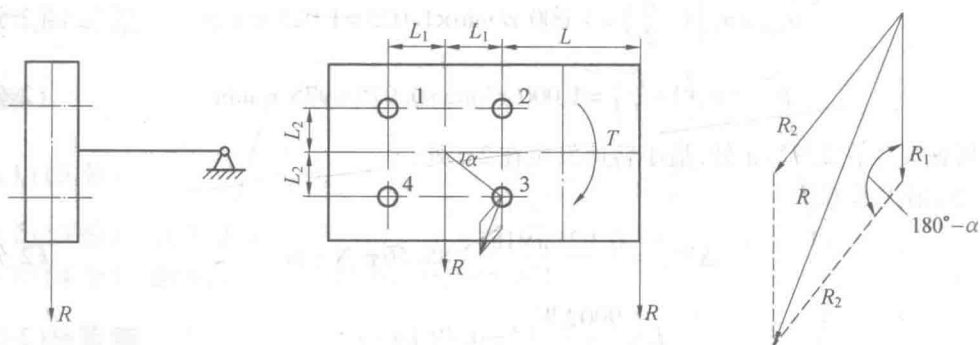

图 20
2. (1) 如图 20 所示,工作位置 A:将 R 移至螺栓形心,再加转矩